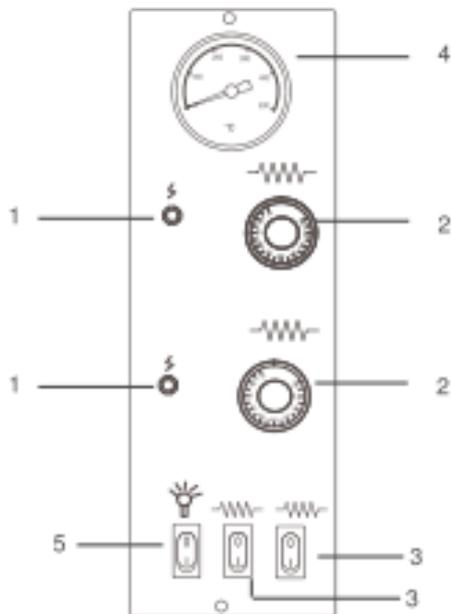
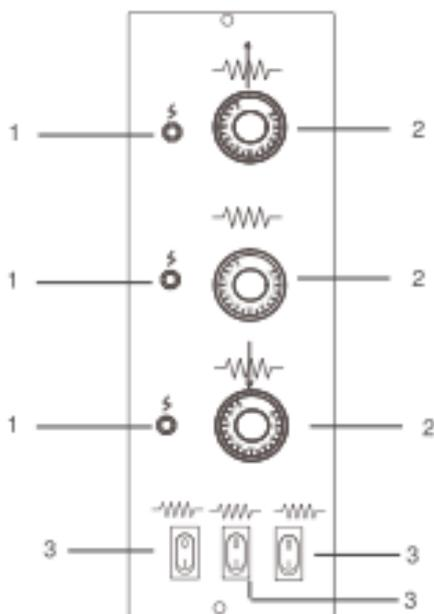
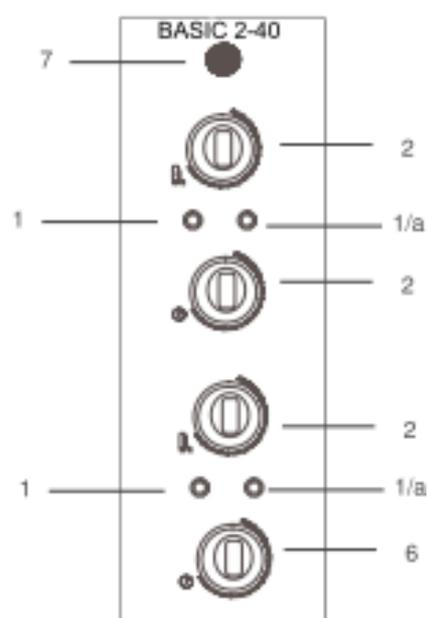

FIG.1 Pannello comandi forni **BASIC**
FIG.2 Pannello comandi forni **BASIC 2/50**
FIG.3 Pannello comandi forni **BASIC 2/40**
LEGENDA FIG.1- FIG.2 - FIG.3
- 3) Portare l'interruttore delle resistenze (**FIG.1;2 - Rif.3**) in **pos."I"**; **Per il forno BASIC 2/40:** premere l'interruttore generale (**FIG.3 - Rif.7**)
- 4) Attivare il funzionamento delle resistenze portando i termostati (**FIG.1;2;3 - Rif.2**), alla temperatura di **150°C** indicata sulla manopola, si accenderanno le rispettive spie luminose che segnalano il funzionamento delle resistenze in uso;
- 6) Disattivare il funzionamento delle resistenze portando i termostati (**FIG.1;2;3 - Rif.2**) in **pos."0"** e si spegneranno le rispettive spie luminose; **Per il forno BASIC 2/40:** premere l'interruttore generale e disattivare le resistenze;
- 8) Richiudere la porta e ripetere l'operazione descritta al punto **4**) portando i termostati (**FIG.1;2 - Rif.2**) alla temperatura di **400°C** indicata sulla manopola; **Per il forno 2/40:** portare i termostati (**FIG.3 - Rif. 2**) alla temperatura di **350°C**.
- 10) Disattivare il funzionamento delle resistenze portando i termostati (**FIG.1;2;3 - Rif.2**) in pos. **"0"** e si spegneranno le rispettive spie luminose;
- 12) Con il forno BASIC 2/40 è possibile regolare il tempo di cottura impostando i secondi con il timer (**FIG.3 - Rif.6**). Al termine del tempo impostato si disattiveranno le resistenze. Per scegliere il modo di cottura continuo portare la manopola del timer (**FIG.3 - Rif.6**) su **"ON"** girandola verso sinistra.
- 2) Portare l'interruttore delle resistenze (**FIG.1;2 - Rif.3**) in **pos."I"**; **Per il forno BASIC 2/40:** premere l'interruttore generale (**FIG.3 - Rif.7**)
- 3) Attivare il funzionamento delle resistenze portando i termostati (**FIG.1;2; - Rif.2**), alla temperatura desiderata, si accenderanno le rispettive spie luminose che segnalano il funzionamento delle resistenze in uso;
- 4) Una volta che il forno ha raggiunto la temperatura desiderata (vedi punto **9**) del presente paragrafo), visibile nel termometro (**FIG.1 Rif.4**) è possibile inserire nel forno la pizza per la cottura;
- 6) Per illuminare l'interno della camera cottura premere l'interruttore lampada forno (**FIG.1-Rif.5**);
- 1) Spegner il forno portando nella **pos. "0"** gli interruttori che mettono in funzione le resistenze (**FIG.1;2 - Rif.3**) e le manopole che regolano i termostati (**FIG.1;2 - Rif.3**).